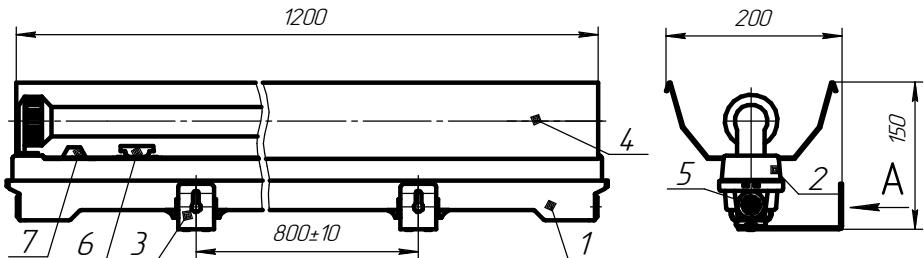

Рисунок 1. 1. Корпус в сборе; 2. Панель в сборе; 3. Узел подвеса; 4. Отражатель; 5. Заглушка; 6. Рукоятка; 7. Рукоятка.
4.1. Облучатель состоит из корпуса в сборе поз. 1, панели в сборе поз. 2, узлов подвеса поз. 3 и отражателя поз. 4 (см. приложение рис. 1).